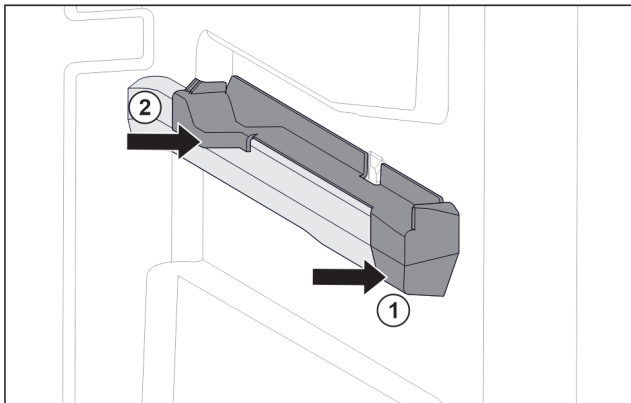

Fig. 76 Nasazovací díl na pravém žebrování na nádoby
- ▶ Nasadte nasazovací díl na žebrování na nádoby. Fig. 76 (1)
- ▶ Přitlačte nasazovací díl k zadní části. Fig. 76 (2)